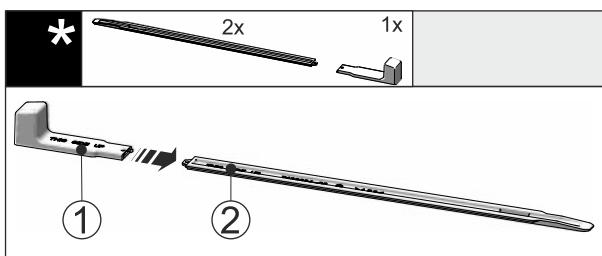

Fig. 51
- Montagegriff Fig. 51 (1) an die Nivellierschiene Fig. 51 (2) stecken.